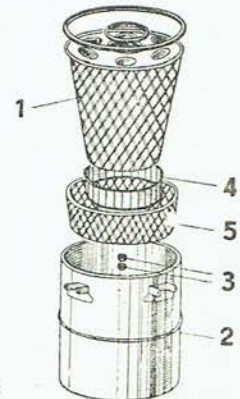

Abb. 19
3. Die Filtereinlage (Abb. 19/1) ist aus dem Filtermantel herauszuschieben (Abb. 19/2).
4. Zwei Muttern M 6 (Abb. 19/3) sind von den Schrauben der Filtereinlage abzuschrauben. Dadurch wird der Flügelverteiler (Abb. 19/4) und der Abprallteller (Abb. 19/5) gelöst.